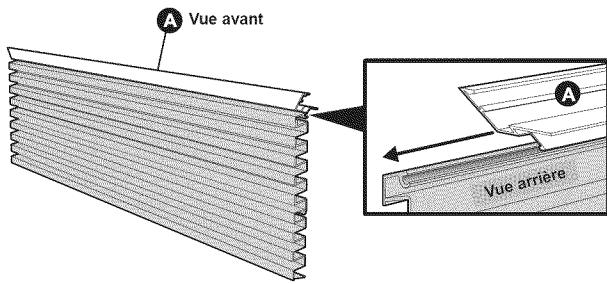

Figure 3
- Insérez l'ensemble de grilles dans la garniture supérieure (A). Fixer les deux éléments ensemble à l'aide de ruban adhésif pour éviter qu'ils ne se défassent. Reportez-vous à la figure 3.